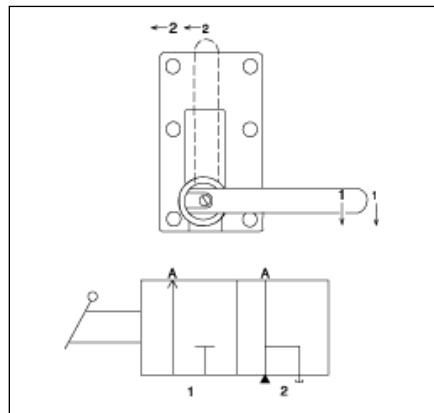

図7
- 図7に示すように、バルブハンドルを1位置へ切り替えます。
- 必要に応じて、作動油を追加します。図7参照。